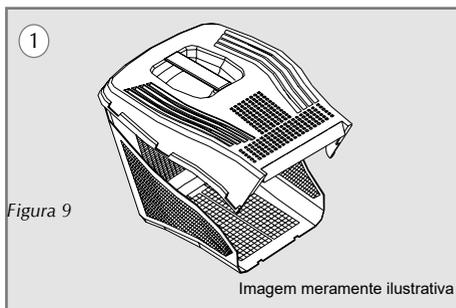

Figura 9
- ✓ Conforme figura 9 e 10. Sempre desligue o cortador para encaixar o cesto recolhedor no cortador de grama, para isso abra a tampa traseira, encaixe o cesto e abaixe a tampa conforme imagem 3 e 4.